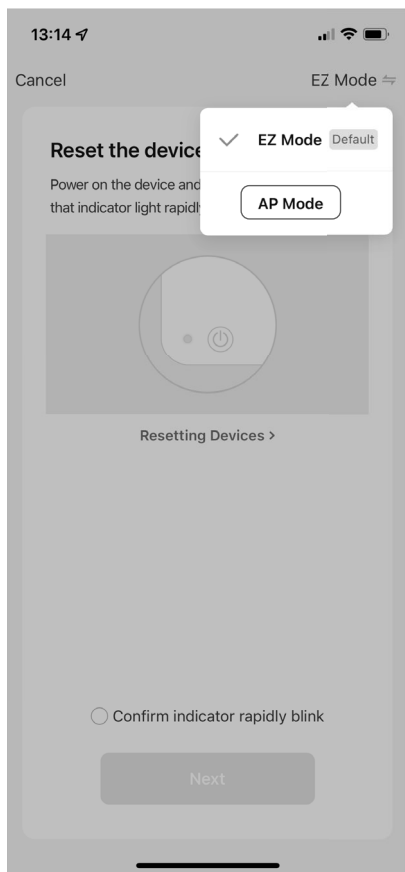
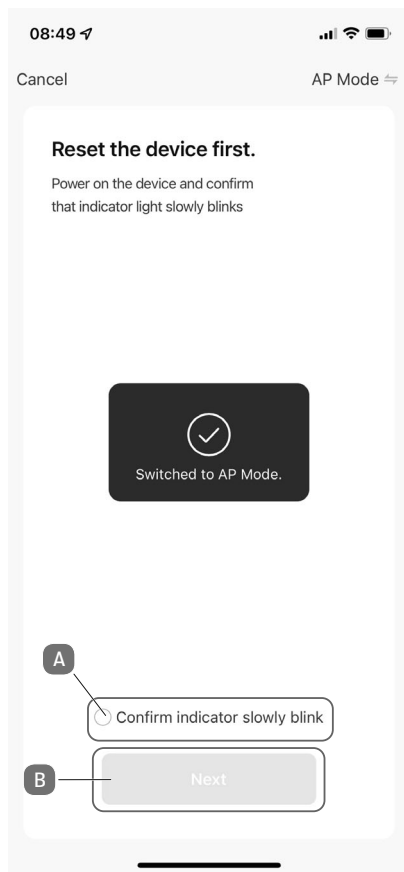

Fig. 5
Fig. 6
- ▶ Dans la fenêtre de sélection, sélectionnez le **MODE AP** (voir fig. 5). Une confirmation indiquant que le mode AP a bien été sélectionné s'affiche (voir fig. 6).
- ▶ Cochez la case d'option **ÉTAPE SUIVANTE (A)** et appuyez ensuite sur **SUIVANT (B)**.